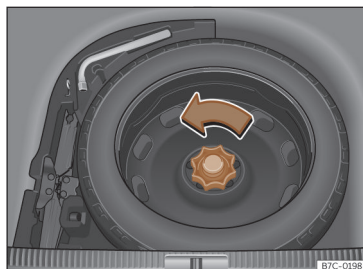

Fig. 205 Na bagageira: piso de carga levantado.
- Mova a roda no sentido contrário ao dos ponteiros do relógio >>> **Fig. 205.**